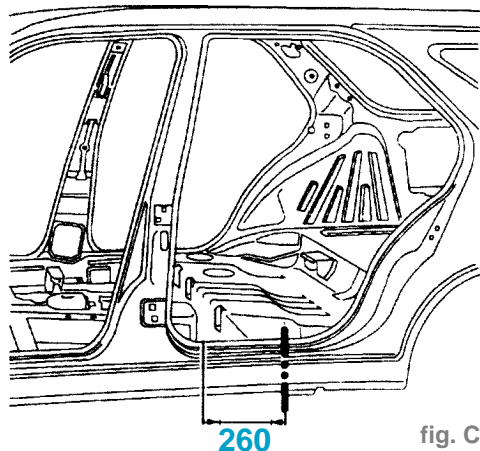

fig. CAR. 259
- Tracer, puis découper à l'aide d'une meule épaisseur 1 mm (coupe provisoire) (fig. CAR. 259 et 260).